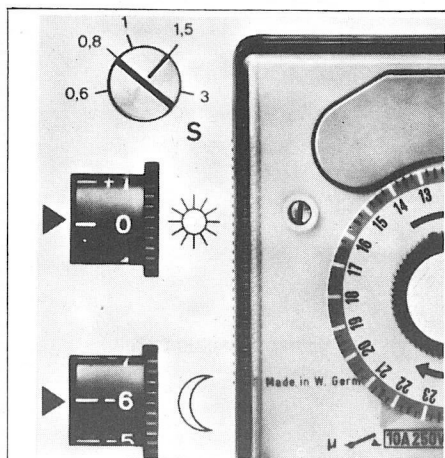

Fig. 11 Commutateur de programmes
4.1. Commutateur de programmes sur l'appareil central (Fig 11)
L'appareil étant monté, introduire la fiche dans la prise de courant, et enclencher l'appareil, le commutateur de programme étant dans la position HORLOGE Fig 11. Régler la courbe de chauffe nécessaire, au moyen du bouton S. Placer le bouton de réglage SOLEIL sur la position »0« et le bouton de réglage LUNE sur la position —6.